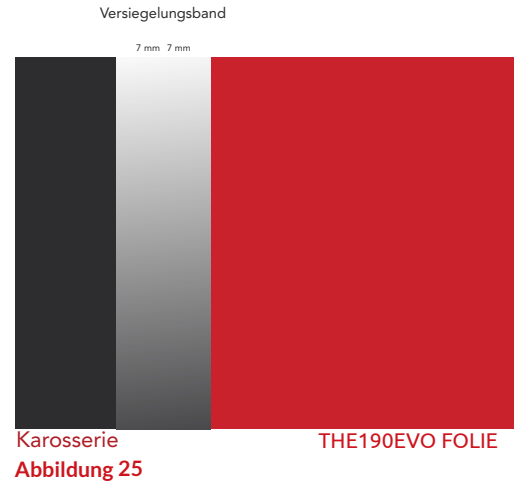

Abbildung 25
- › Den Streifen so aufkleben, dass er zu einer Hälfte auf der Karosserie und zur anderen Hälfte auf der THE190EVO-Folie aufliegt. (Abb. 25)